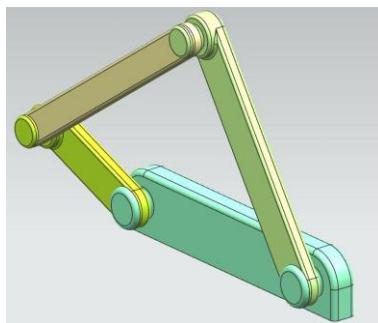

Рис.4
- Все модели нужных деталей учебного примера находятся в учебной директории – *Prim_Statik* (рис.4,5). На этих рисунках изображены исходное и статическое состояние нашего примера.